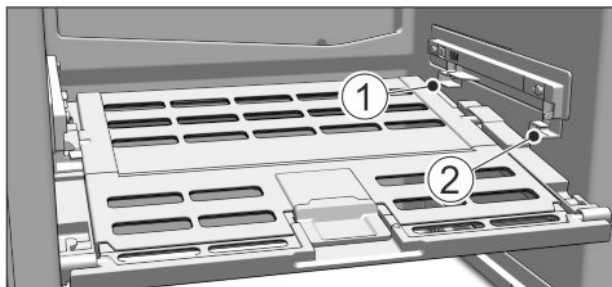

Fig. 16
- ▶ Wkładanie pokrywy Fruit & Vegetable-Safe: Ramiona pokrywy wprowadzić od dołu do tylnego uchwytu Fig. 16 (1) i założyć z przodu w uchwycie Fig. 16 (2).